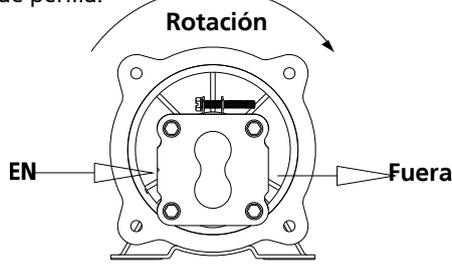

Figura 4- Rotación
**NOTA:** El pequeño fin de asociar entra bomba. **Rotación:** Al mirar el fin motriz de túnel, rotación motriz apropiada de bomba es de las agujas del reloj, y el flujo de la izquierda al derecho. Invierta el flujo girando la bomba 180°, vea Figura 4.